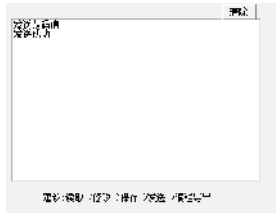

图 2
(5) 上述操作已完成对“中心IP地址”的编程，此时用户可点击“读取编程值”来检验是否配置正确。查询如图2所示。
(6) 编程完成后，用户点击“编程生效”让模块重启，此时模块将会更新配置数据，采用新的配置运行。